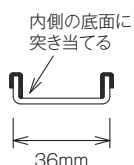

図3 緩衝テープの貼付
- ・まず図3に示すように、全ての36幅支柱に同梱の緩衝テープを貼り付ける。